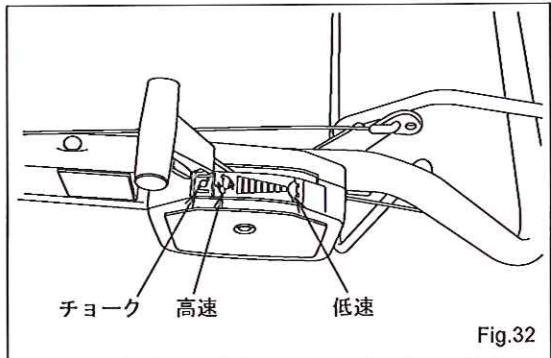
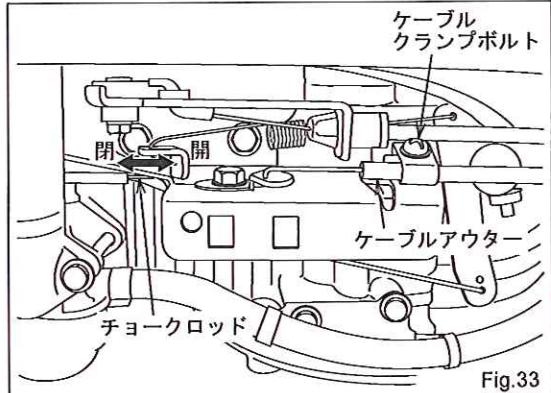

Fig.32
Fig.33
(Fig.32、Fig.33)
(2) 上記①～②の各項目を満たさない場合は、ケーブルクランプボルト (8 mm) を緩めてケーブルアウタの固定する位置を変えて再度上記項目を確認して下さい。(Fig.33)
(3) 上記調整後、エンジンを始動して、スロットルレバーが正常に機能するか確認して下さい。